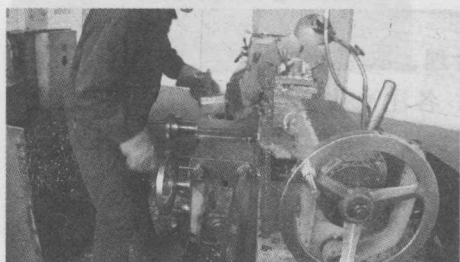
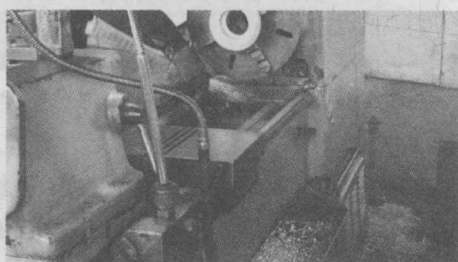

图 1-17 用毛刷清理铁屑，
图 1-18 用笤帚清扫两导轨
9) 工作完毕后，清理车床及场地，用毛刷清扫台面上的铁屑，对各注油孔加注润滑油。将床鞍摇到床尾一端，各转动手柄放到空挡位置，关闭电源，如图 1-17、图 1-18 所示。